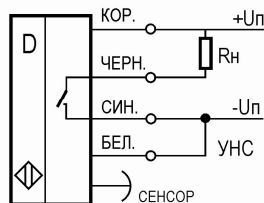

Рис.3.2
- Переместить световое пятно на метку. При этом контакт между синим и чёрным выводами должен разомкнуться (рис.3.2).